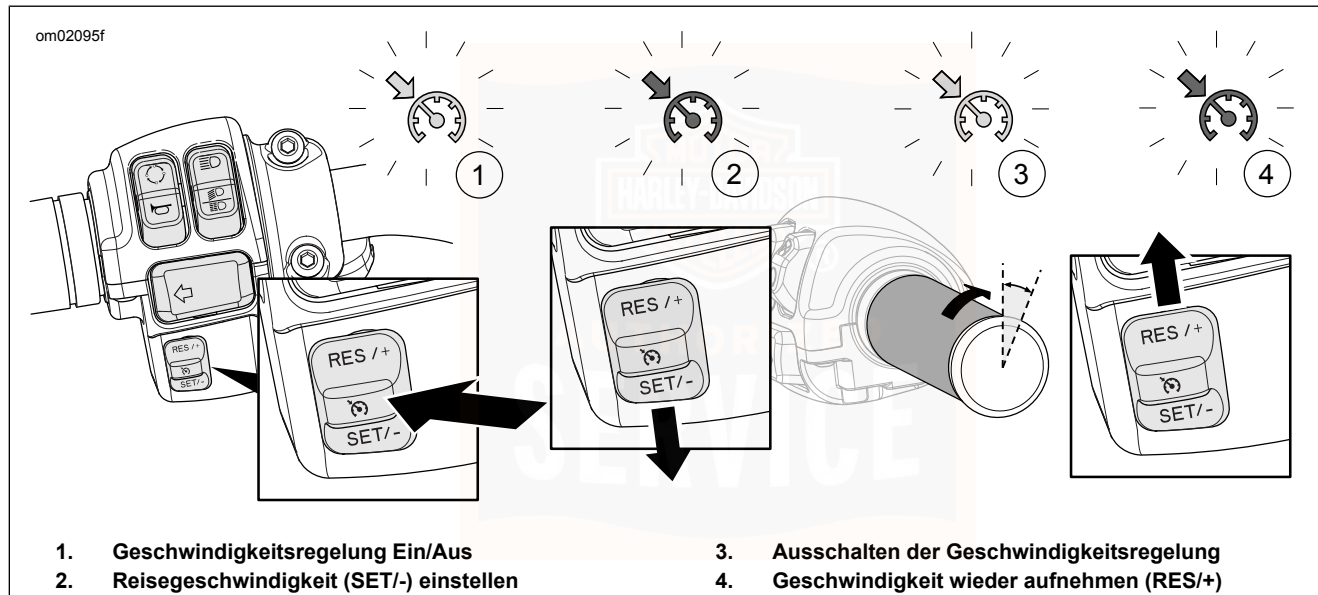

Abbildung 41. Geschwindigkeitsregelung
Siehe Abbildung 41. Den Geschwindigkeitsregelungsschalter drücken, um die Geschwindigkeitsregelung (1) einzuschalten. Im eingeschalteten Zustand leuchtet das Symbol für die Geschwindigkeitsregelung in der Tachometer-Oberfläche gelb.
Siehe Abbildung 41. Wenn das Motorrad die gewünschte Geschwindigkeit erreicht hat, den Schalter SET/herunterdrücken, um die Reisegeschwindigkeit einzustellen (2). Die Farbe des Geschwindigkeitsregelungssymbols wechselt von Gelb auf Grün.
Siehe Abbildung 41. Um die Reisegeschwindigkeit zu verlassen, den Gasgriff über den Abrollschalter (3) in die geschlossene Stellung drehen.
Siehe Abbildung 41. Wenn die Geschwindigkeitsregelung deaktiviert wurde, die Geschwindigkeitsregelungs-Kontrollleuchte aber trotzdem gelb leuchtet, wird durch Drücken des Schalters RES/+ die Geschwindigkeitsregelung wiederaufgenommen (4). Das